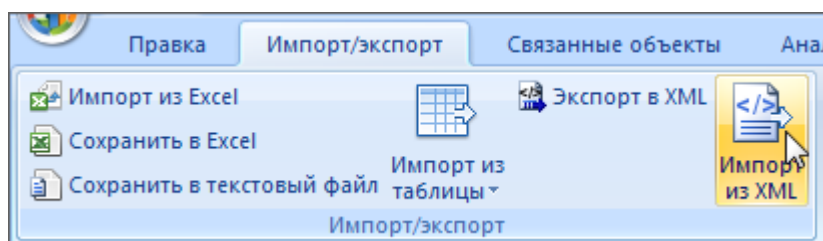

Рис. 13-395 – Импорт состояний из XML файла
1) Перейти в связанное окно «Состояния» для экземпляра ВС и нажать кнопку «Импорт из XML» панели «Импорт/экспорт» (рис. 13-395).